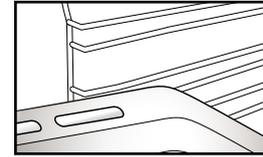

Fig. 2
2. Das andere Zubehör, wie Fettpfanne oder Backblech, wird auf die gleiche Weise eingesetzt wie der Rost (Abb. 2).